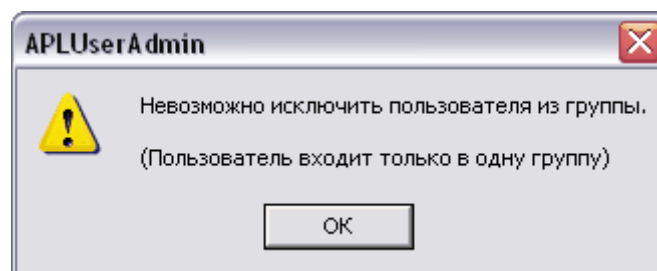

Рис. 21 Предупреждение о невозможности удаления пользователя
- **Исключить из группы** - исключение пользователя из группы. Если удаляемый пользователь не входит в другие группы, то будет выведено сообщение о невозможности удаления пользователя из группы (Рис. 21).